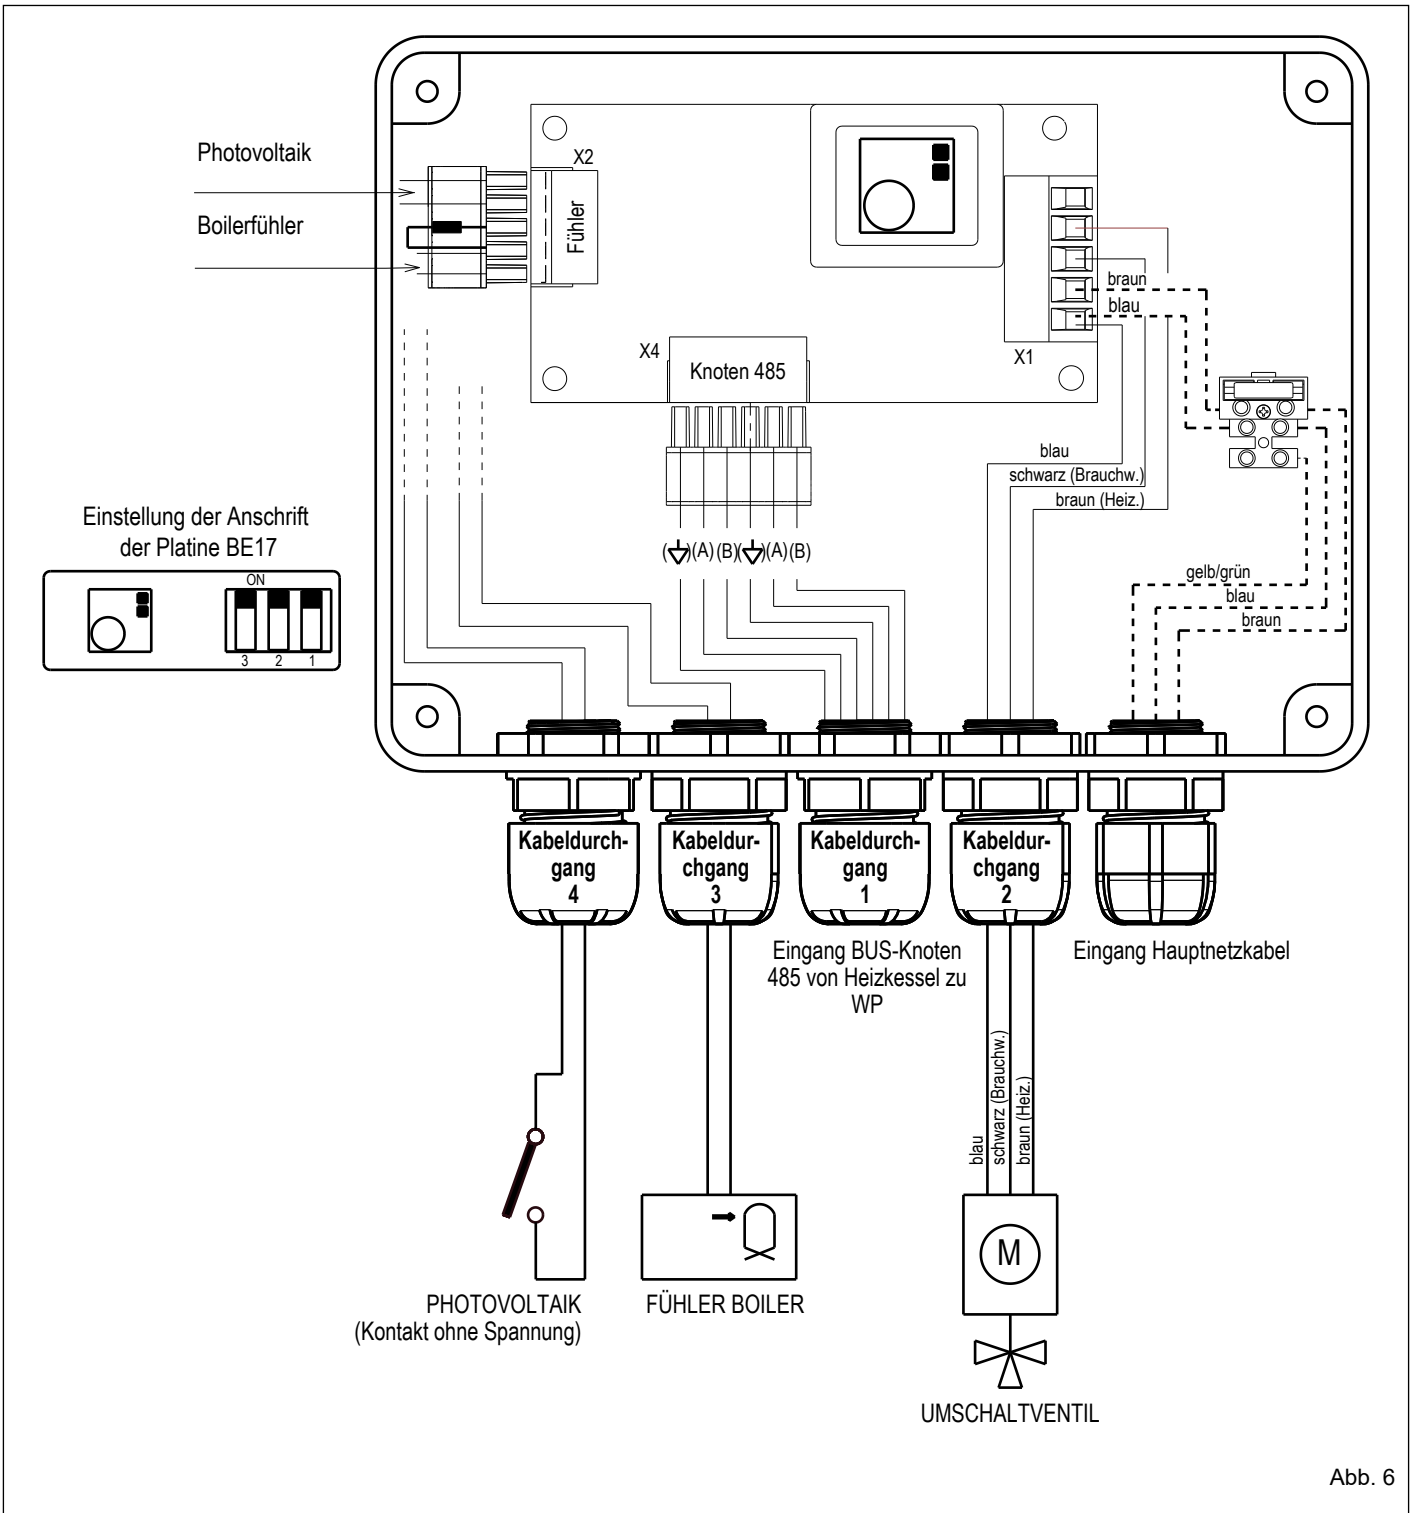

Abb. 6
- ⚠ Für die Anschlüsse siehe Schaltplan (Abb. 6).**
- An den 6-poligen Stecker X4 der Platine BE17 die BUS-Kabel zur Kommunikation mit dem System ($L_{max} = 30m$) wie im Schaltplan angegeben anschließen, nachdem sie in den **Kabeldurchgang 1** (Abb. 6) eingeführt wurden.
- An den 5-poligen Stecker X1 die Verkabelung zur Verbindung des mitgelieferten Umlenkventils anschließen, nachdem sie in den **Kabeldurchgang 2** (Abb. 6) eingeführt wurden.
- An den 5-poligen Stecker **X2** das mitgelieferte Fühlerkabel anschließen, nachdem es in den **Kabeldurchgang 3** eingeführt wurde; siehe Schaltplan (Abb. 6).
- Die 2 von der Fotovoltaikanlage eingehenden Drähte (potentialfreier Kontakt) an den 5-poligen Stecker **X2** wie im Schaltplan (Abb. 6) angegeben anschließen, nachdem sie in den **Kabeldurchgang 4** eingeführt wurden.